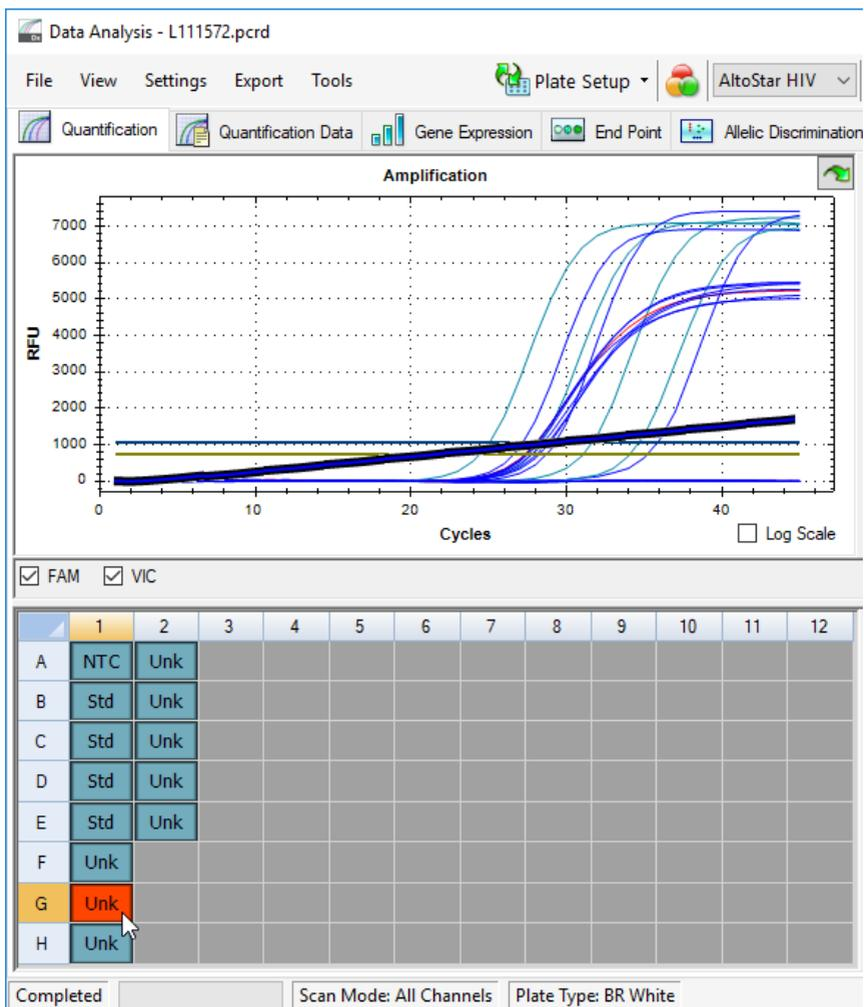

Abb. 6: Fenster Data Analysis (Datenanalyse): irreguläres PCR-Signal
2. Identifizieren Sie Wells mit irregulären PCR-Signalen (lineare Signalzunahme, Signalspitzen usw.) in den Detektionskanälen FAM™ (HIV-Ziel) und VIC™ (IC) (siehe Abbildung 6).